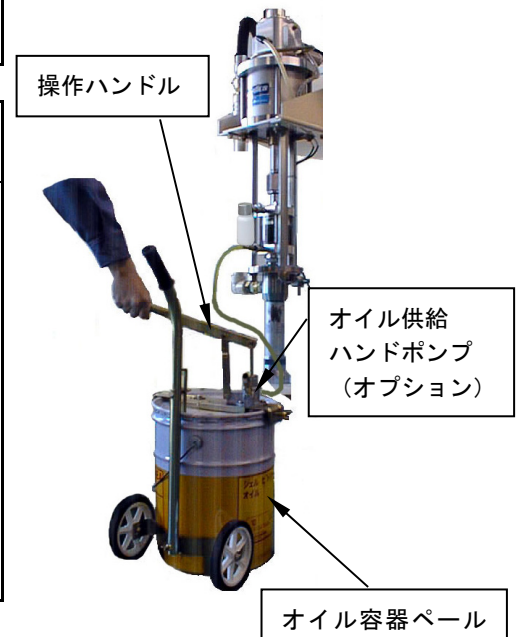

Fig.5.3
- 3) オイル供給ハンドポンプの操作ハンドルを上下動させて、カップのおよそ半分位までオイルを充填してください。(Fig.5.3)